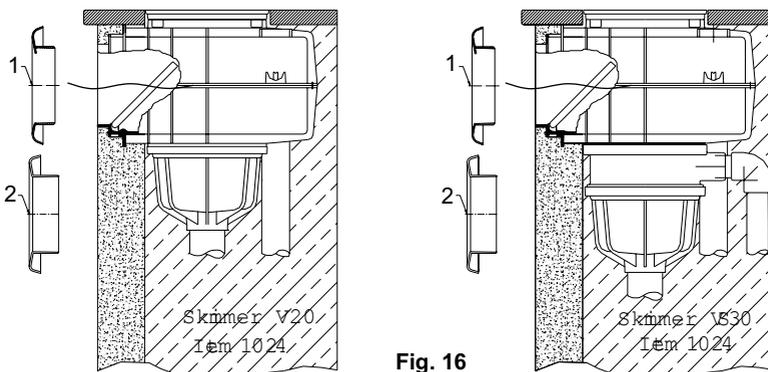

Fig. 16
3.1 Installing V20 and VS30 skimmers in concrete pools (Fig 16)
The V20 or VS30 skimmers are completely recessed and concreted into the pool wall when it is installed in a concrete pool. Because of the extremely short basic model of the skimmer, this option is also used when the wall thickness is extremely thin. The ABS white skimmer plate (Item 1020) or the stainless steel V4A (Item 10201) plate are used to cover the metal-coated edges or to balance out tiles up to a thickness of about 25mm. (Fig. 16)
3.1 Einbau der Skimmer V20 und VS30 in Betonbecken (Abb. 16)
Bei Einbau in Betonbecken wird der Skimmer V20 bzw. VS30 vollständig in die Beckenwand eingelassen und einbetoniert. Durch die äußerst kurzbauende Grundauführung des Skimmers ist diese Möglichkeit auch bei geringen Wandstärken gegeben. Mit der Skimmerblende ABS weiß (Art. 1020) bzw. Edelstahl V4A (Art. 10201) werden die Plattierungsränder überdeckt und der Fliesenausgleich bis zu einer Differenz von 25 mm hergestellt. (Abb. 16)